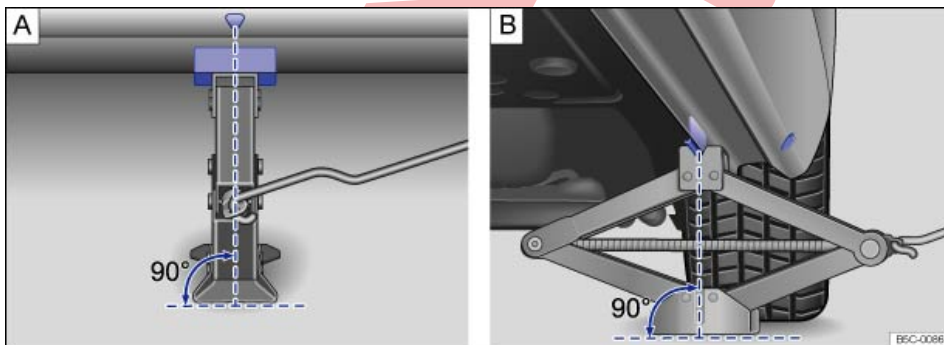

Fig. 273 Gato colocado en el lado izquierdo del vehículo, en la zona trasera.
9. Asegúrese de que la base del gato descansa firmemente sobre el suelo y de que se encuentre exactamente debajo del punto de apoyo en vertical ⇒ fig. 273 A y B.
10. Centre el gato y siga subiéndolo con la manivela hasta que la garra sujete el refuerzo de debajo del vehículo ⇒ fig. 273.
- Coloque el gato únicamente en los puntos descritos. La garra del gato deberá sujetar bien el refuerzo del larguero inferior ⇒ fig. 273.